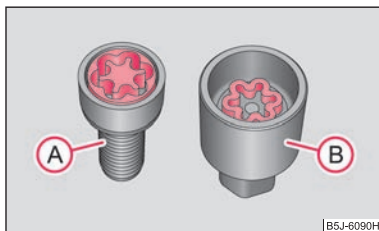

Abb. 152 Illustrationsbild: Sicherheitsradschraube mit Adapter
- Setzen Sie den Adapter (B) mit der verzahnten Seite in die innere Verzahnung des Kopfes der Sicherheitsradschraube (A) ein ⇒ Abb. 152.
- Stecken Sie den Radschlüssel bis zum Anschlag auf den Adapter (B).